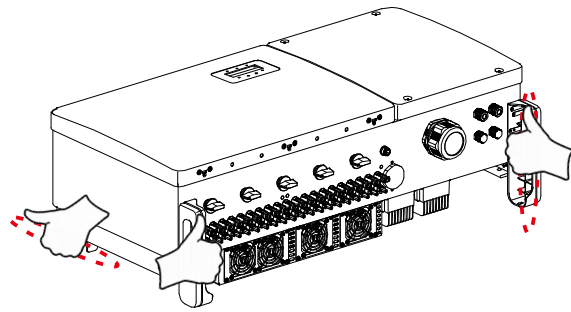

Figura 3.4 Maniglie dell'inverter
2. Per rimuovere l'inverter dalla scatola di spedizione sono necessarie due persone. Utilizzare le maniglie integrate nel dissipatore di calore per rimuovere l'inverter dalla confezione (vedere la Figura 3.4).